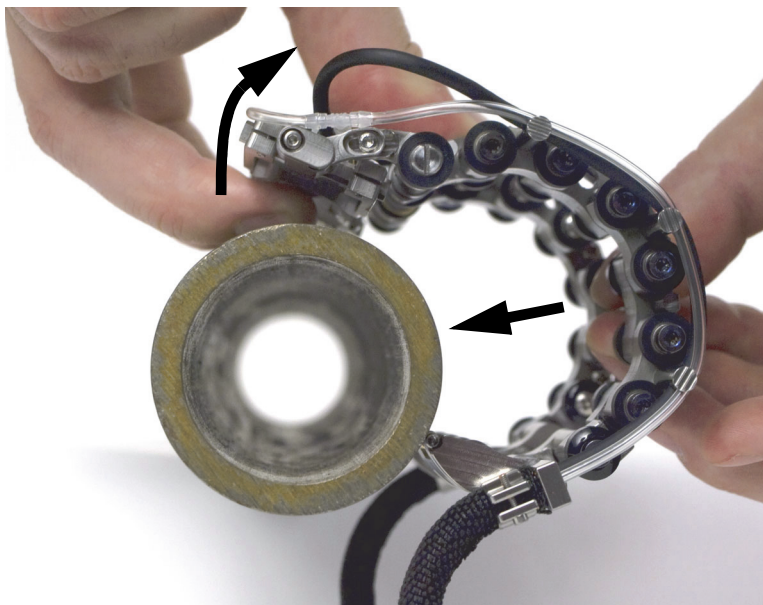

Figura 2-28 Instalación del escáner en la tubería
- a) Abra la sondas manualmente. Véase la Figura 2-28 en la página 59.